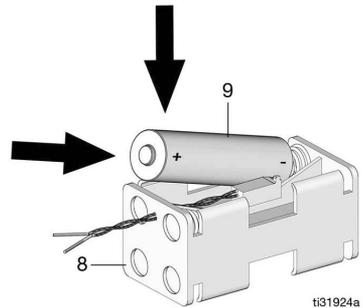

FIG. 11
3. Remova todas as quatro pilhas AA alcalinas do suporte das pilhas (8). Descarte as pilhas em um recipiente de descarte de baterias aprovado.
4. Instale quatro pilhas AA alcalinas (9) no suporte das pilhas (8), conforme ilustrado em FIG. 11. Certifique-se de as pilhas não estejam tortas no suporte.